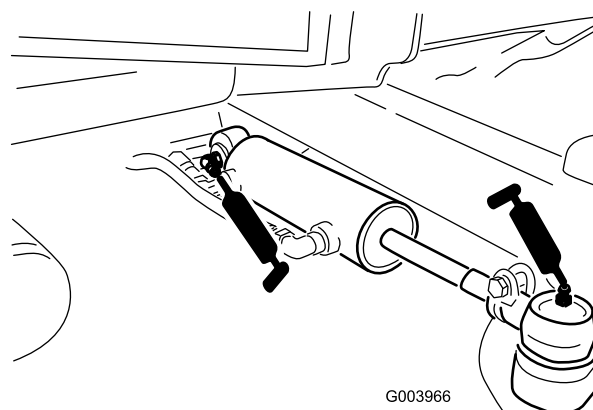

Figure 74
- Rotules de vérin de direction (2) (Figure 74)